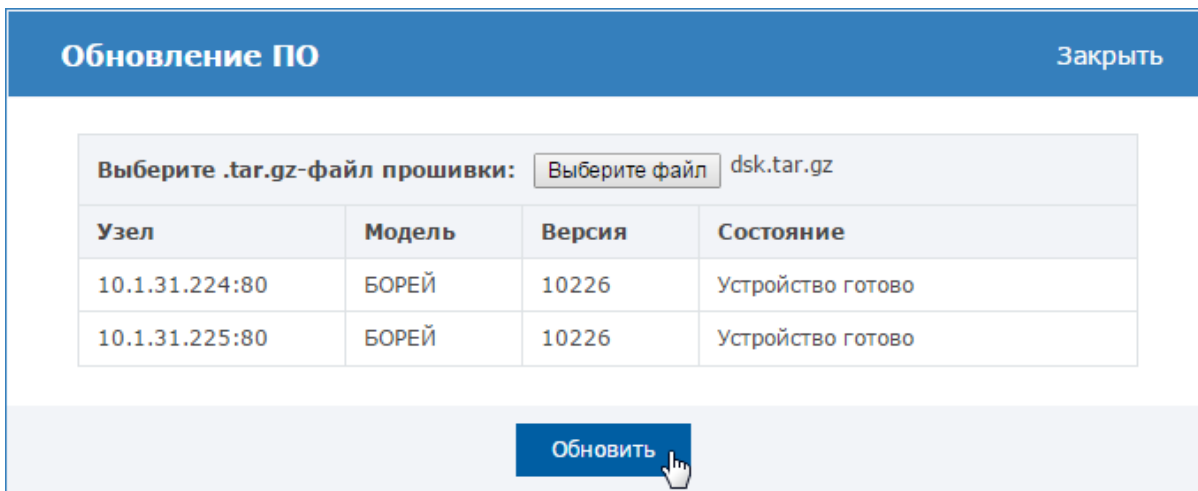

Рисунок 9.71 — Окно обновления прошивки нескольких узлов
3. В отобразившемся окне нажмите на кнопку **Выберите файл** для указания пути к файлу обновления, предоставленному производителем; затем нажмите на кнопку **Обновить** (рисунок 9.71). Будет выполнено обновление программных средств узлов с последующей перезагрузкой.